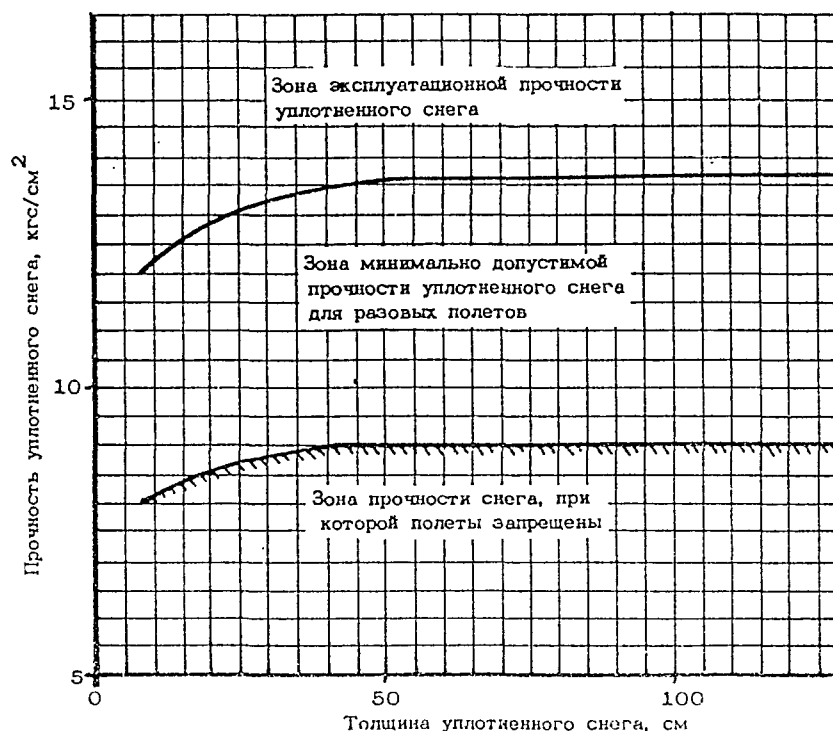

РИС. 2. ЭКСПЛУАТАЦИОННАЯ ПРОЧНОСТЬ СНЕЖНОГО ПОКРОВА
- снежная ВПП с толщиной уплотненного снега не менее 6 см и температурой снега не выше минус 5°C при эксплуатационной прочности снега в соответствии с данными рис. 2 (в том числе покрытая слоем свежесвыпавшего снега не более 150 мм) для масс до 34,8 т и увеличенной прочностью снежного покрова на 1 кгс/см^2 для масс более 34,8 т.
ПРИМЕЧАНИЕ. Разрешаются разовые полеты при минимально допустимой прочности снежного покрова в соответствии с данными рис. 2 (в том числе покрытая слоем свежесвыпавшего снега не более 10 мм);